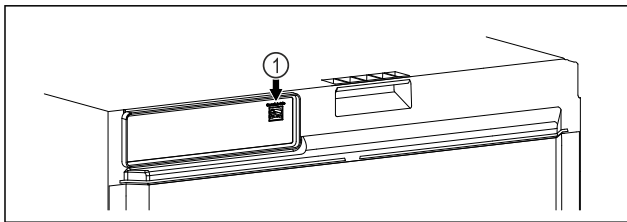

Fig. 141
- SmartModule Fig. 141 (1) встановлено.